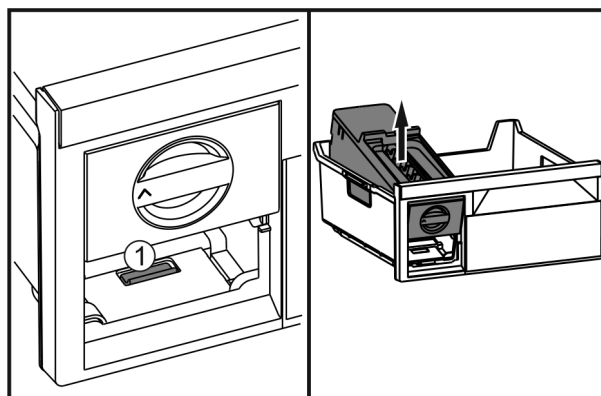

Fig. 47
- Appuyer sur la languette Fig. 47 (1), soulever l'EasyTwist-Ice depuis l'arrière et le faire sortir du tiroir de congélation.